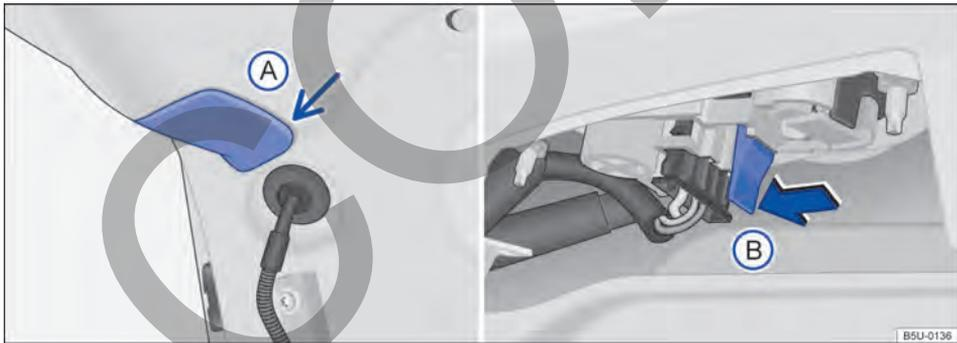

Fig. 180 En la tapa trasera: remover la cubierta y el soporte de las lámparas.
- ① Observar la lista de control y ejecutar las acciones → pág. 214.
- ② Abrir la tapa trasera → pág. 60.
- ③ Con el auxilio de un destornillador, remover cuidadosamente la cobertura (A) → fig. 180 en la tapa.
- ④ Para destrabar el soporte de las lámparas, presionar la lengüeta de bloqueo (B) → fig. 180 y tirar del soporte de las lámparas hacia afuera.